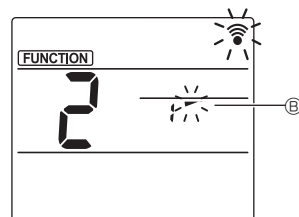

Fig. 3
- ③ Ställa in vinkeln på fläktblad (Fig. 3) Tryck på knapparna för att ställa in vinkel B på fläktblad. Rikta den trådlösa fjärrkontrollen mot mottagaren på inomhusenheten och tryck på knappen